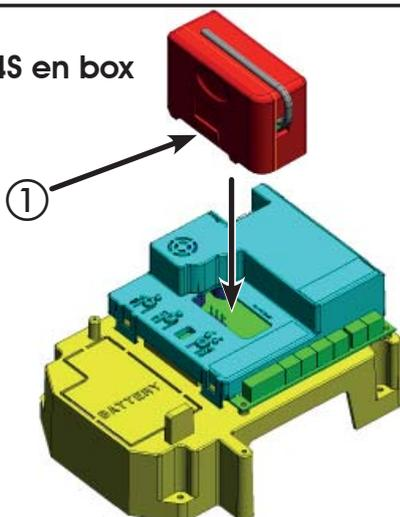
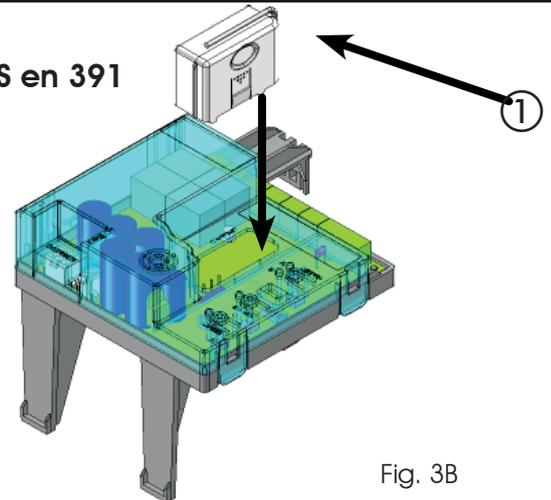

Fig. 3A
Fig. 3B
El equipo electrónico está provisto de un sistema de decodificación (DS, SLH, LC) bi-canal integrado llamado OMNIDEC. Este sistema permite memorizar, mediante un módulo receptor adicional (Fig. 3A ref. ① y Fig.3B ref. ①) para E024S para 391) y radiomandos de la misma frecuencia, tanto la apertura total (OPEN A) como la apertura parcial (OPEN B) del automatismo.